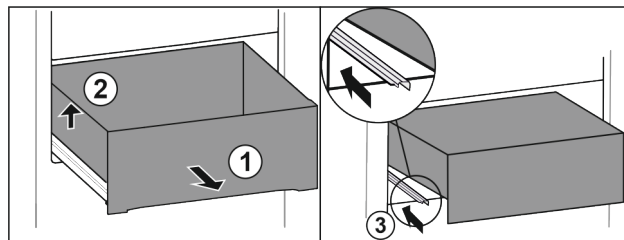

Fig. 13\*
- ▶ Zásuvku zcela vytáhněte Fig. 13 (1).\*
- ▶ Zásuvku vlevo nadzvedněte Fig. 13 (2).\*
- ▶ Zasuňte levou kolejničku Fig. 13 (3).\*